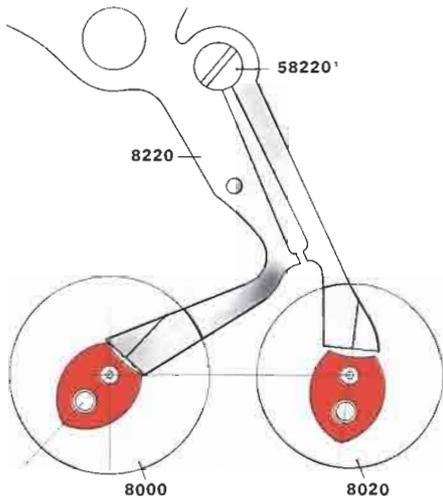

Abb. 18
- Die Stellung des Herzhebels 8220, siehe Abbildung 18;